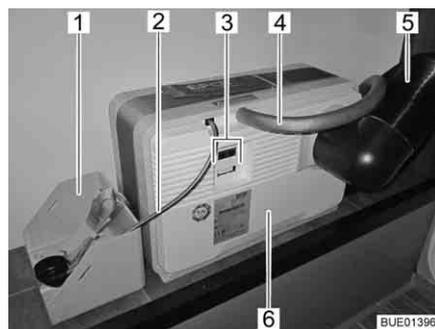
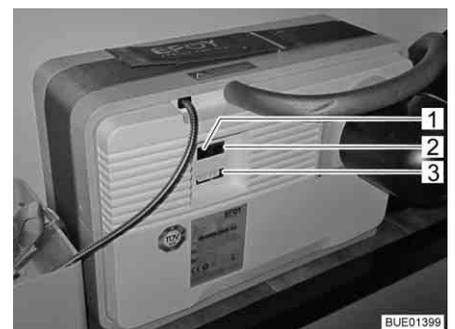

Fig. 168 Pile à combustible avec cartouche de réservoir
Fig. 169 Champ de raccordement de la pile à combustible
La pile à combustible se constitue de plusieurs composants qui sont intégrés dans le coffre arrière (Fig. 168), ainsi que d'une unité de commande (Fig. 170) situé dans l'espace habitable.
La pile à combustible (Fig. 168,6) comporte :
- Le raccordement du tuyau d'évacuation d'air (Fig. 168,4) ou l'orifice de remplissage du Service Fluid
- le tuyau de dissipation de la chaleur (Fig. 168,5)
- les branchements électriques (Fig. 168,3) avec interface de données (Fig. 169,2), raccordement de l'appareil (Fig. 169,3) raccordement pour le panneau de commande (Fig. 169,1)
La pile à combustible comporte une cartouche de réservoir qui est reliée à la pile à combustible (Fig. 168,6) par le raccordement du réservoir (Fig. 168,2).
La cartouche de réservoir est immobilisée dans la fixation de la cartouche (Fig. 168,1).